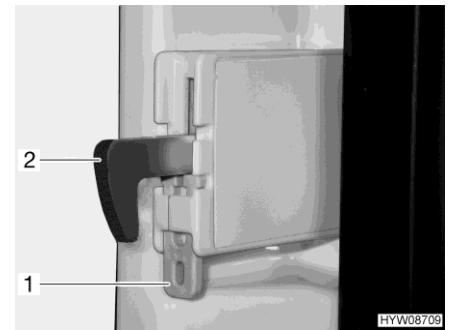

Bild 162 Fixierung (Verriegelungshaken)
- Verriegelungshaken fixieren:** ■ Die Fixierung (Bild 162,1) nach oben drücken. Der Verriegelungshaken (Bild 162,2) wird nach oben gedrückt und ist außer Funktion.
- Verriegelungshaken lösen:** ■ Den Verriegelungshaken (Bild 162,2) nach unten drücken. Der Verriegelungshaken ist wieder in Funktion.